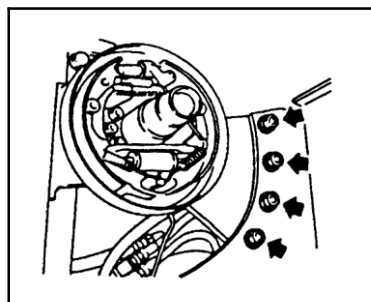

Рис. 5-2
- 10) Отверните болты крепления моста к раме (см. рис. 5-2).